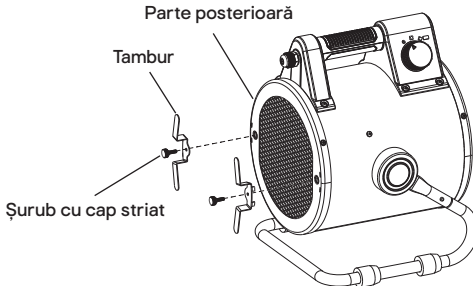

Figura 4
2. Așază aparatul pe o masă relativ plană, introdu benzile pieselor metalice ale tamburului de cablu în creștăturile verticale și suprapune fiecare gaură cu cea de pe partea posterioară. Apoi fixează piesele cu șurubul cu cap striat, după cum se arată în Figura 4.